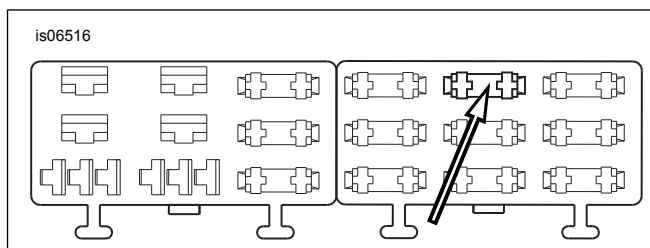

Figure 26. Cavité « P&A IGN » de la boîte à fusibles (Softail 2004 à 2010)
4. Consultez Figure 26 . Repérez la cavité du fusible qui indique « P&A IGN » sur le couvercle de la boîte à fusibles de droite. Insérez la borne du fil orange/blanc de l'adaptateur jusqu'à la butée. Trouvez une cosse installée en usine à proximité et comparez-la pour vous assurer que la profondeur et l'orientation sont correctes.